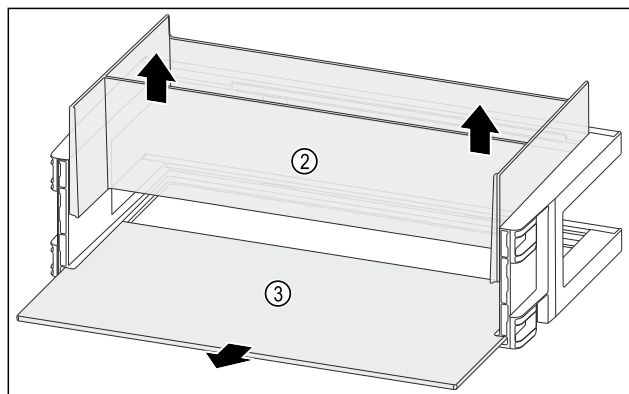

Fig. 132
- ▶ Извлеките органайзер Fig. 132 (2) движением вверх.
- ▶ Извлеките съемную полку Fig. 132 (3).